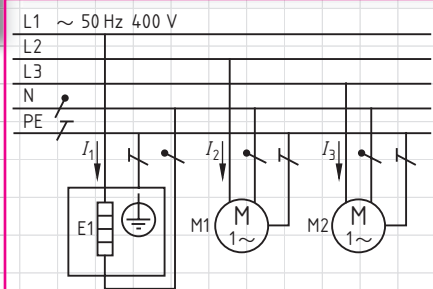

Bild 2: Wechselstromverbraucher am Drehstromnetz
2. In der Reparaturabteilung des Elektrofachbetriebes sind folgende Wechselstromverbraucher am Drehstromnetz angeschlossen (**Bild 2**):